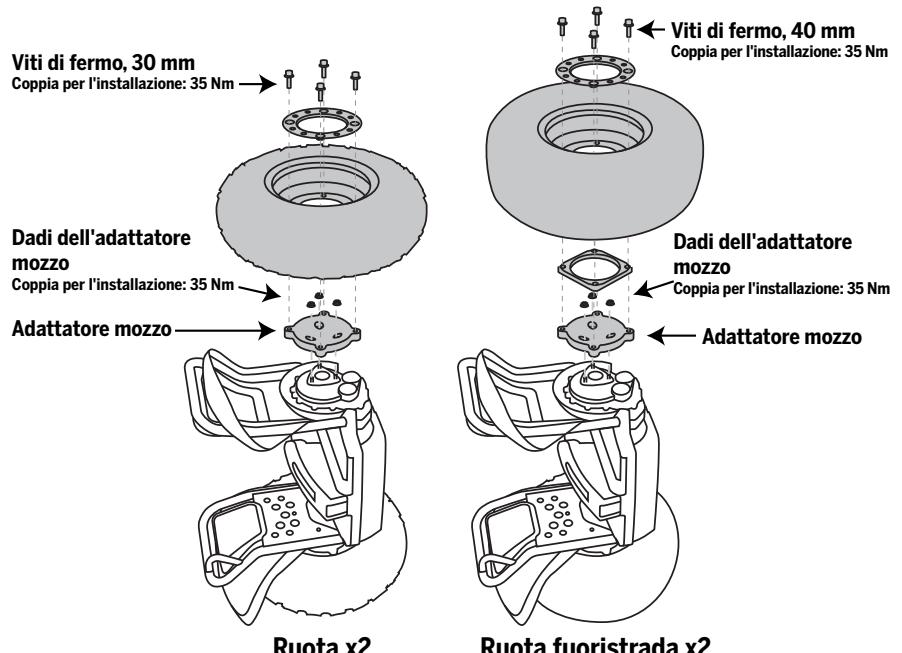

**Figura 1.** Rimozione o installazione dell'insieme ruota/pneumatico
2. Per rimuovere l'insieme ruota/pneumatico, la ghiera per la ruota e il distanziatore (solo per x2 fuoristrada), inclinare il Segway PT sul fianco con la ruota da rimuovere in alto, e l'altra adagiata su una superficie pulita e liscia. Vedere la Figura 1.
3. Togliere le (4) viti di fermo con la chiave a brugola esagonale da 8 mm. Trattenere la ruota per impedirne la rotazione. Sollevare la ruota ed eliminare qualsiasi traccia di residuo dalle superfici di montaggio. Per il pneumatico fuoristrada x2: sollevare anche il distanziatore. Vedere la Figura 1.
4. Per reinstallare l'insieme ruota/pneumatico e la ghiera, collocare la ruota sopra l'adattatore mozzo con la valvola rivolta all'esterno. Per il pneumatico fuoristrada x2: collocare il distanziatore sopra l'adattatore mozzo e quindi la ruota sopra il distanziatore. Vedere la Figura 1.
5. Collocare la ghiera sopra la ruota. Avvitare le (4) viti di fermo da 30 mm incluse a questo kit attraverso la ghiera e la ruota fino ad innestarle nell'adattatore mozzo. Per il pneumatico fuoristrada x2: avvitare le (4) viti di fermo da 40 mm incluse a questo kit attraverso la ghiera, la ruota e il distanziatore fino ad innestarle nell'adattatore mozzo.